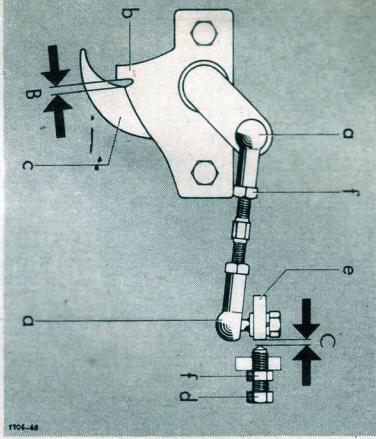

Bild 43
**Am Garnanleger** nach Lösen der Sicherungsringe alle Kugelpfannen a (Bild 43) lösen und ölen. Nach Wiederaussetzen der Pfannen **Kontrollmaß B** zwischen Garnführungsplatte b und Garngreifer c auf **2–3 mm** einstellen. Danach **Kontrollmaß C** zwischen Stellschraube d und Gestänge e auf **2 mm** bringen. Zuletzt alle Kontermuttern f festziehen.